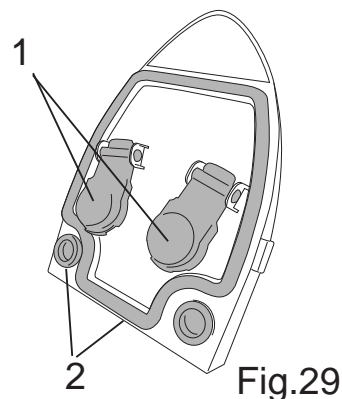

Fig.29
- Klappen Sie den Deckel auf und überprüfen Sie, ob sich die Schwimmer frei bewegen können (Abb. 29, Pkt. 1).
- Reinigen Sie die Dichtungen mit einem feuchten Tuch (Abb. 29, Pkt. 2).